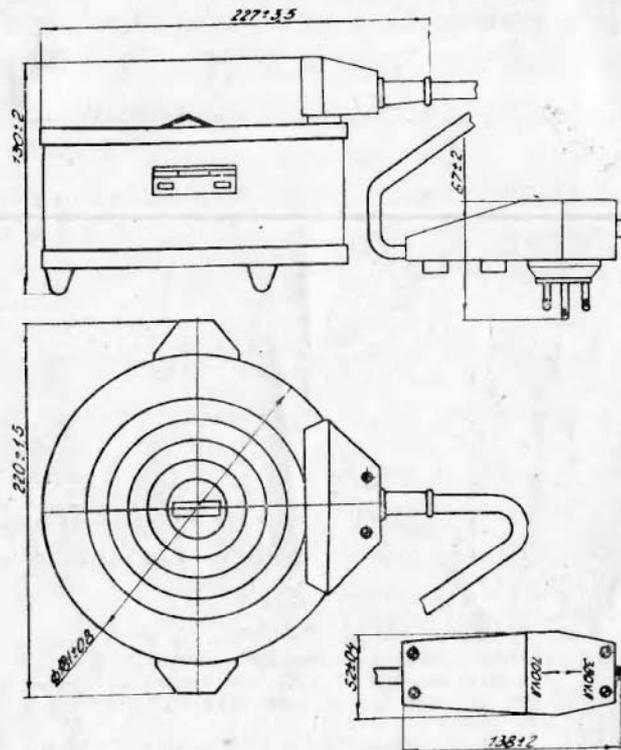

Рис. 1.
1.2. Изображения внешнего вида бань приведены на рис. 1 и 2.
3.1. Баня водяная лабораторная с электрическим подогревом (см. рис. 1) работает от сети переменного тока с частотой 50 Гц с номинальным напряжением 220 В при отклонениях напряжения сети на  $\pm 10\%$  от номинального значения.